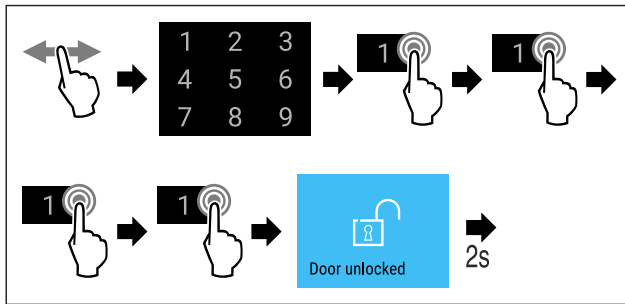

Fig. 77 Lukitse ovi ovikoodilla 1 1 1 1.
- Suorita toimenpidevaiheet (katso Fig. 77) .